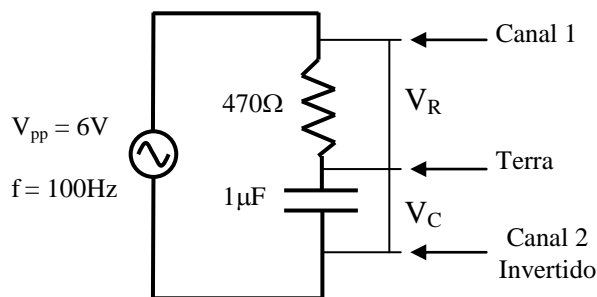

Figura 12.6
1. Montar o circuito da figura 12.6